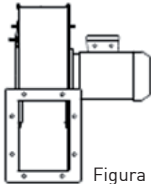

Figura 1
- L'aspiratore viene fornito con Accoppiamento diretto al motore flangiato (vedi figura 1)